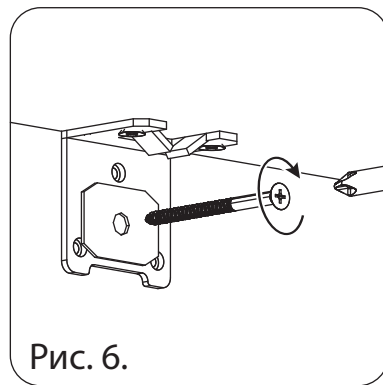

Рис. 6.
2. Прикрутите штангодержатель при помощи саморезов 3.5x16 в необходимом месте (см. рис. 2), предварительно ослабить стопорный винт (см. рис. 6).
4. Прикрутите штангодержатель при помощи саморезов 3.5x16 в необходимом месте (см. рис. 5), и зафиксируйте стопорные винты с 2-х сторон (см. рис. 6).